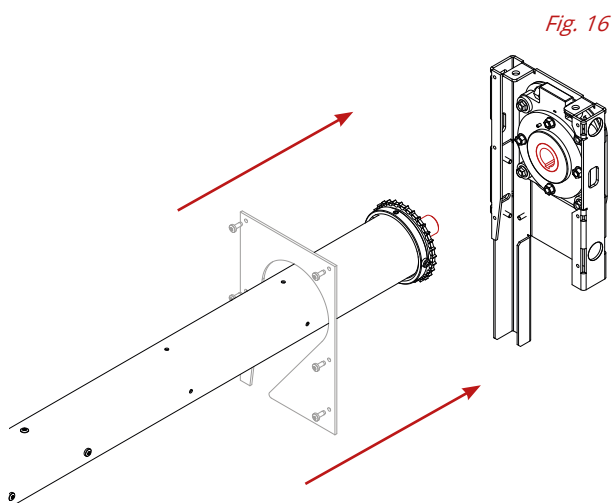

Fig. 16
**3 / CÔTÉ OPPOSÉ MOTEUR : DÉPLOYER L'ARBRE CÔTÉ OPPOSÉ MOTEUR CONTRE LA CONSOLE ADÉQUATE, JUSQU'À INSÉRER LE BOUT D'ARBRE DANS LE LIMITEUR DE VITESSE (FIG. 16)**